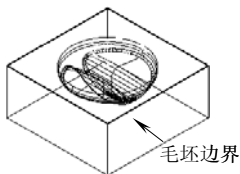

图 3-76 创建的边界
2) 单击“毛坯边界”对话框中的“接受”按钮即可完成边界创建。在“查看”工具栏上单击“普通阴影”按钮和“毛坯”按钮，隐藏毛坯后边界结果如图 3-76 所示。